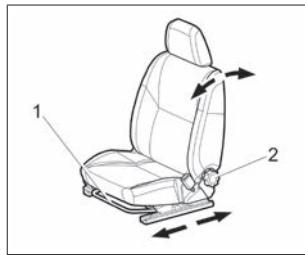

Рис. 9. Переднее сиденье
Рис. 9а. Переднее сиденье
Для регулировки передних сидений в продольном направлении потяните блокирующий рычаг **1** (рис. 9) вверх. После установки сиденья в удобное положение опустите рычаг и, небольшим перемещением сиденья вперед-назад, добейтесь его надежной фиксации.
**В вариантом исполнении** в автомобиле реализуется функция регулировки переднего сиденья по высоте. Чтобы изменить угол наклона и положение подушки сиденья, поднимайте либо опускайте рычаг (см. рис. 9а), расположенный с внешней стороны подушки. Для того чтобы опустить подушку сиденья, толкните рычаг несколько раз вниз. Для того чтобы поднять подушку сиденья, потяните рычаг несколько раз вверх. Наклон спинки сиденья регулируется бесступенчато